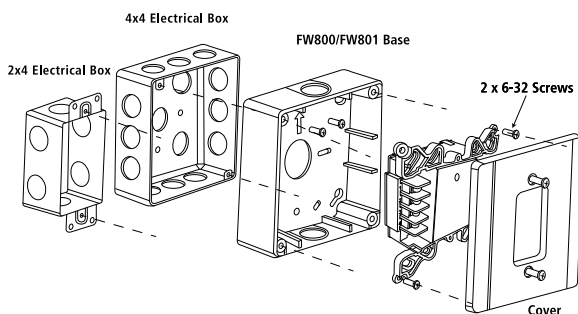

Figura 1 - Diagrama de Instalación
- Monte la base del FW800 en una caja eléctrica de 2X4 o 4x4 caja eléctrica utilizando los tornillos suministrados ilustrados en la Figura 1.